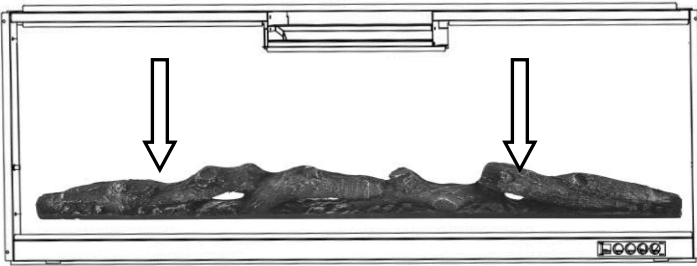

Abb. 6-1. (Log-Satz)
- B.** Nehmen Sie das Holzschicht-Set (**G**) aus der Verpackung und legen Sie es an den vorgesehenen Platz im Kamin. **Abb. 6-1.**